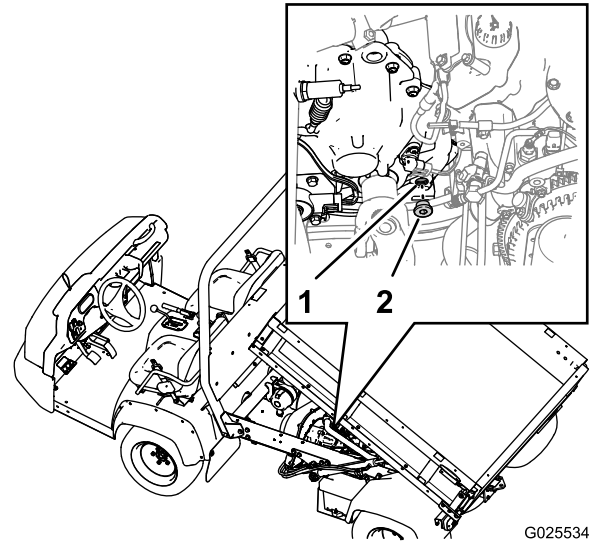

図 65
1. トランスミッションの後部、車幅方向内側の低い位置にある補給用プラグを探し出す 図 65。
3. プラグを左に回して、トランスミッションの補給ポートから外す 図 65。
4. オイル量が不足している場合には、所定のオイルを補給ポートから補給する。油面がねじ山の下同じ高さになるまで補給する 図 65。
6. トランスミッションに補給プラグを元通りに取り付け、手締めする 図 65。